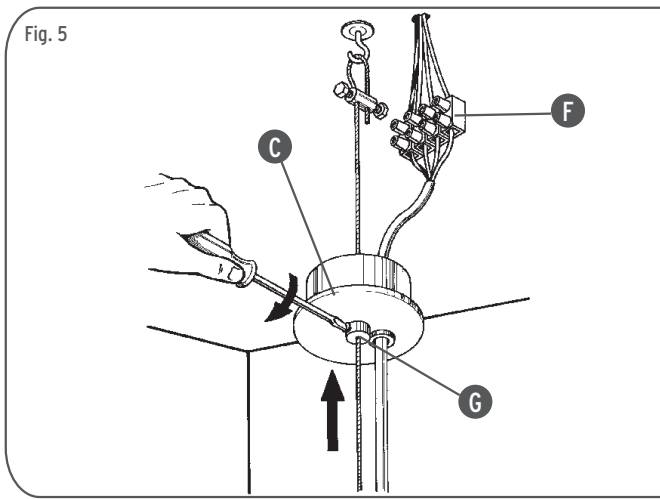
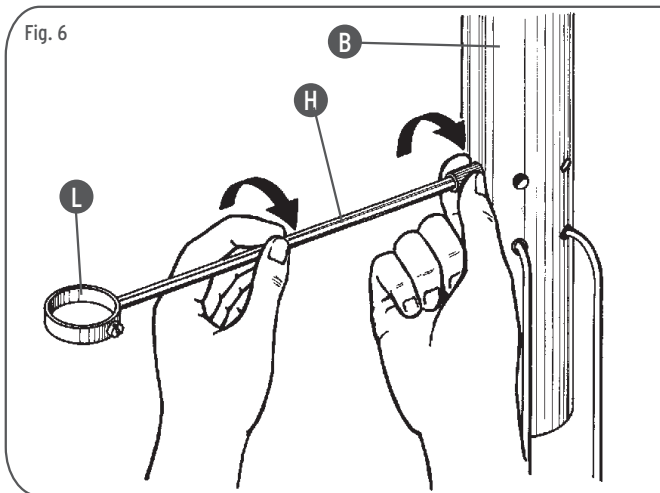
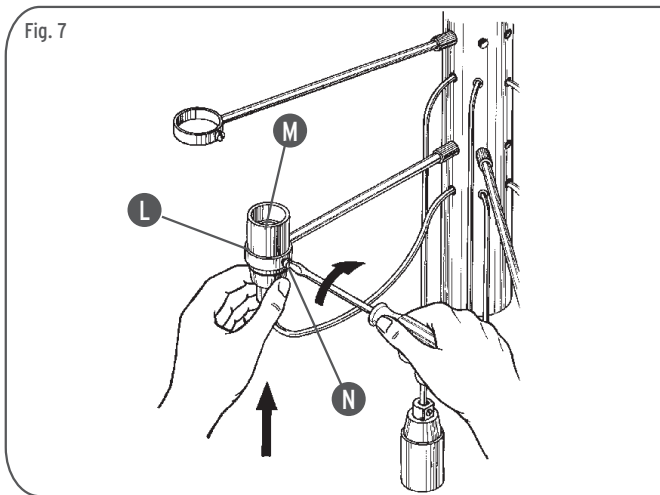
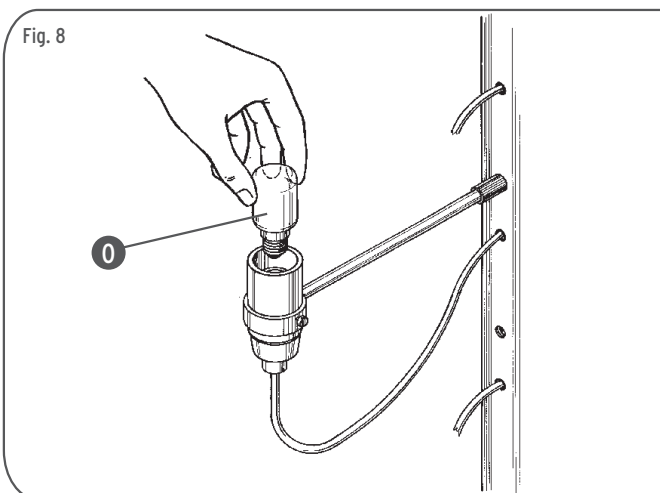

Fig. 5
Fig. 6
Fig. 7
Fig. 8
<IT> Fig.5 Effettuare il cablaggio elettrico alla morsetteria (F).L'apparecchio è predisposto per la doppia accensione: Conduttore del neutro = BLU. Conduttore di fase 1° accensione = MARRONE. Conduttore di fase 2° accensione = NERO. Qualora si opti per l'accensione unica è necessario effettuare un ponte elettrico tra il cavo marrone e quello nero. Chiudere il rosone (C) e bloccarlo con il serracavo (G). Fig.6 Avvitare i braccini (H) al corpo dell' apparecchio (I) facendo attenzione a non fare leva sull'anello (L). Fig.7 Inserire i portalamпада (M) nell' anello (L) e fissarli con la vite (N). Fig.8 Inserire la lampada (O).
<EN> Fig.5 Connect the power supply cord to the terminal block (F). The apparatus has been designed for double ignition: Neutral wire = BLUE. 1st phase ignition wire = BROWN. 2nd phase ignition wire = BLACK. If you choose the single switch option an electric bridge is necessary between the brown wire and the black. Push the ring plate into position (C) and lock it by means of the cable clamp (G). Fig.6 Screw the arms (H) to the lamp body (I), taking care not to apply leverage on the rings (L). Fig.7 Insert the lamp holders (M) in the rings (L) and fasten them by means of the screw (N). Fig.8 Fit the light bulbs (O).
<DE> Fig.5 Elektrischen Anschluß am Klemmenbrett (F) ausführen. Der Apparat ist für die Zwillingszündung vorbereitet: Nullleiter = BLAU. Phasenleiter 1. Zündung = BRAUN.Phasenleiter 2. Zündung = SCHWARZ. Falls man sich für eine Einmalzündung entscheiden sollte, ist eine elektrische Brücke zwischen dem braunen und dem schwarzen Kabel auszuführen. Deckenblende (C) hochdrücken und mit der Kabelschelle (G) festspannen. Fig.6 Stäbe (H) in den Leuchtenkörper (I) einschrauben, Drehbewegung dabei nicht am Ring (L) ausführen. Fig.7 Lampenfassungen (M) in den Ring (L) einsetzen und mit der Schraube (N) festziehen. Fig.8 Glühbirne (O) einsetzen.
<FR> Fig.5 Effectuer le câblage électrique au bornier (F). L'appareil a été prévu pour un double allumage: Conducteur neutre = BLEU. Conducteur, 1ère phase d'allumage = MARRON. Conducteur, 2ème phase d'allumage = NOIR. Si l'on opte pour l'allumage unique, il est nécessaire d'effectuer un pont électrique entre le câble marron et le noir.Fermer la rosace (C) et la bloquer avec le serre-câble (G). Fig.6 Visser les baguettes (H) au corps de la lampe (I) en faisant attention à ne pas faire levier sur l'anneau (L). Fig.7 Introduire les porte-ampoule (M) dans l'anneau (L) et les fixer avec la vis (N). Fig.8 Insérer l'ampoule (O).
<ES> Fig.5 Conectar los cables eléctricos a la bornera (F). El aparato está predisposto para el doble encendido: Conductor del neutro = AZUL. Conductor de fase 1° encendido = MARRÓN. Conductor de fase 2° encendido = NEGRO. En caso de que se opte por el encendido único es necesario efectuar un puente eléctrico entre el cable marrón y el negro. Cerrar la roseta (C) y bloquearla con el sujetacables (G). Fig.6 Enroscar los brazos (H) en el cuerpo de la lámpara, con cuidado de no hacer palanca sobre el aro (L). Fig.7 Introduire les porte-ampoule (M) dans l'anneau (L) et les fixer avec la vis (N). Fig.8 Insérer l'ampoule (O).
<PT> Fig.5 Fazer a ligação do cabo eléctrico aos bornes (F). O aparelho está preparado para dupla ligação: fio de neutro = AZUL. Fio da fase do primeiro circuito = CASTANHO. Fio da fase do segundo circuito = PRETO. Caso se pretenda uma ligação a circuito único, é preciso criar uma ponte eléctrica entre o cabo castanho e o preto. Fechar a copinha (C) e fixa-la com a peça aperta-cabo (G). Fig.6 Aparafusar os bracinhos (H) ao corpo do candeeiro (I), tendo o cuidado de não rodar os braços pegando no anel (L). Fig.7 Inserir os casquilhos (M) no anel (L) e fixa-los com o parafuso (N). Fig.8 Inserir a lâmpada (O).
<RUS> Рис.5 Провести электропроводку в клеммной колодке (F). Прибор предусмотрен для двойного включения: Проводник нейтралы = СИНИЙ. Проводник фазы 1° включения = КОРИЧНЕВЫЙ. Проводник фазы 2° включения = ЧЁРНЫЙ. В случае предпочтения одинарного включения, необходимо выполнить электрический мост между коричневым и чёрным проводом. Закрыть розетку (C) и заблокировать её кабельным зажимом (G). Рис.6 Привинтить кронштейны (H) к корпусу лампы (I), обращая внимание на предотвращение нажатия на кольцо (L). Рис.7 Установить ламповые патроны (M) в кольцо (L) и закрепить их посредством винта (N). Рис.8 Установить лампочку (O).